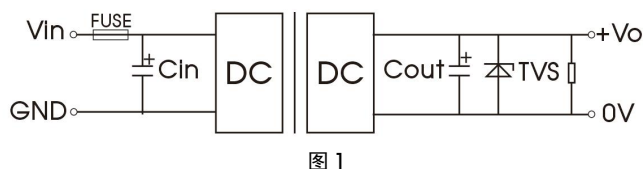

图 1
1. 产品测试及应用时, 请按照 (图 1) 推荐的测试电路进行; 至少保障外接一个电解电容 C_{in} ($\geq 220\mu F$), 用于抑制输入端可能产生的浪涌电压。